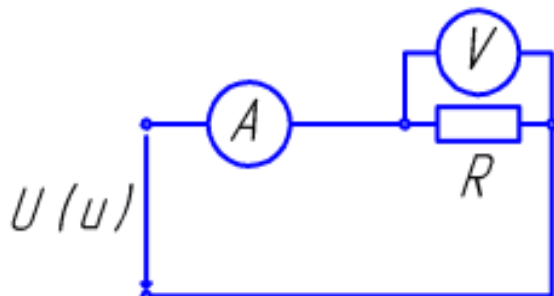

Рис. 1
3. Собрать схему рис. 1, предварительно измерить сопротивление резистора.